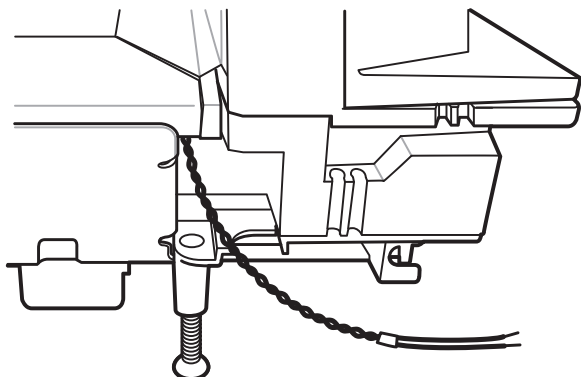

Рис. 3-28 Антенные вводы для подключения контроллера Checkpoint
- Горизонтальная антенна Checkpoint должна быть установлена в центральной части корпуса MP70XX под платформой, а антенные вводы для подключения контроллера должны располагаться, как показано на Рис. 3-28. (Схему прокладки кабелей см. в разделе стр. 1-11.)
4. Проложите антенные вводы с оголенными концами, как показано на рисунке Рис. 3-28, и так, чтобы они свисали под сканером MP70XX на несколько сантиметров, чтобы провода контроллера Checkpoint можно было прикрепить к антенне.